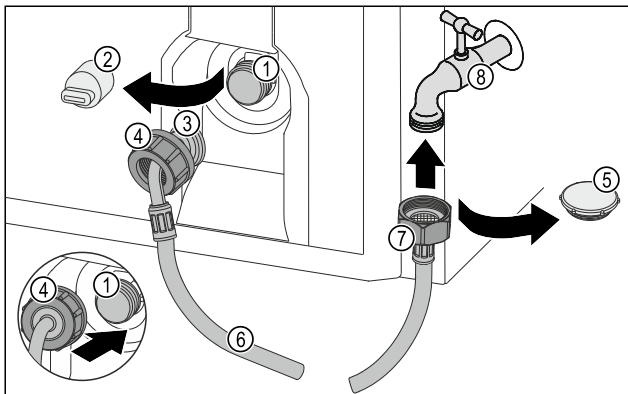

Fig. 27
- ▶ Verschlusskappe Fig. 27 (5) entfernen.
- ▶ Gerades Schlauchende Fig. 27 (7) am Wasserhahn Fig. 27 (8) ansetzen.
- ▶ Mutter am geraden Schlauchende Fig. 27 (7) im Uhrzeigersinn festziehen.